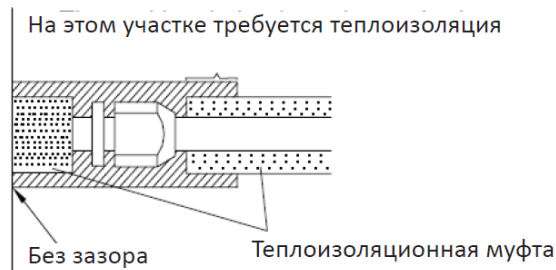

Рис. 4.4.7
3) Обернуть стыки внутренних и наружных блоков изоляцией. Между стыком и стенкой внутреннего/наружного блока не должно быть зазоров (см. рисунок 4.4.7).